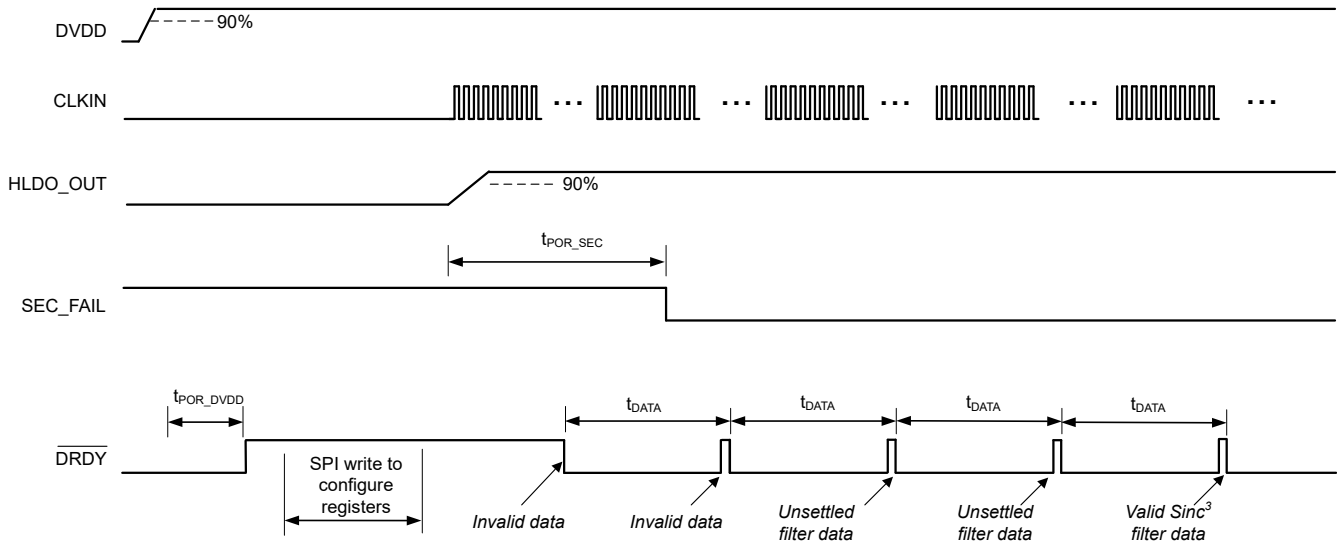
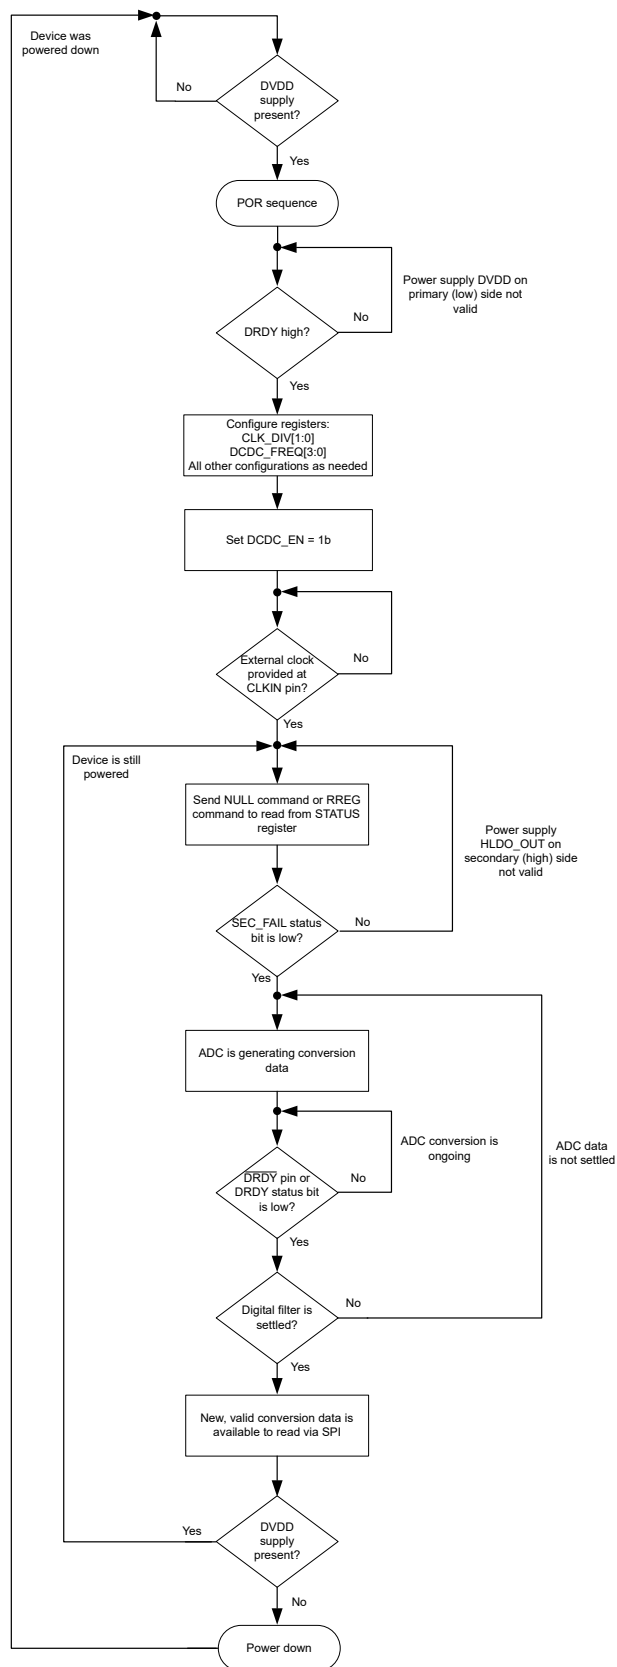

图 8-18. 上电启动行为和稳定时间，OSR = 1024
图 8-19. 上电启动过程的流程图
本节介绍了 AMC131M03 上电的推荐步骤。图 8-18 所示为使用此建议序列时器件行为的时序图。图 8-19 以图形方式提供了建议序列的流程图。
- $\overline{\text{DRDY}}$ 从高电平转换到低电平表示新的转换数据可用。如图 8-18 所示，只有 SEC_FAIL 在转换期间读取为 0b 时，ADC 数据才有效。图 8-18 中显示的前两个转换结果表示无效数据。
- 当 ADC 生成有效数据时，数字滤波器必须稳定，如 SINC^3 和 $\text{SINC}^3 + \text{SINC}^1$ 滤波器部分所述。图 8-18 中展示的两个后续转换结果是未稳定的结果（假设 OSR 等于 1024），而显示的最后一个转换结果提供了有效的稳定数据。
在图 8-18 中， $t_{\text{POR_SEC}}$ 是从启用直流/直流转换器到 SEC_FAIL 位的第一个下降沿的时间，其中后者表示 HLDO_OUT 引脚上的次级电源已稳定。 $t_{\text{POR_DVDD}}$ 是从 DVDD 电源 90% 到 $\overline{\text{DRDY}}$ 第一个上升沿的时间。